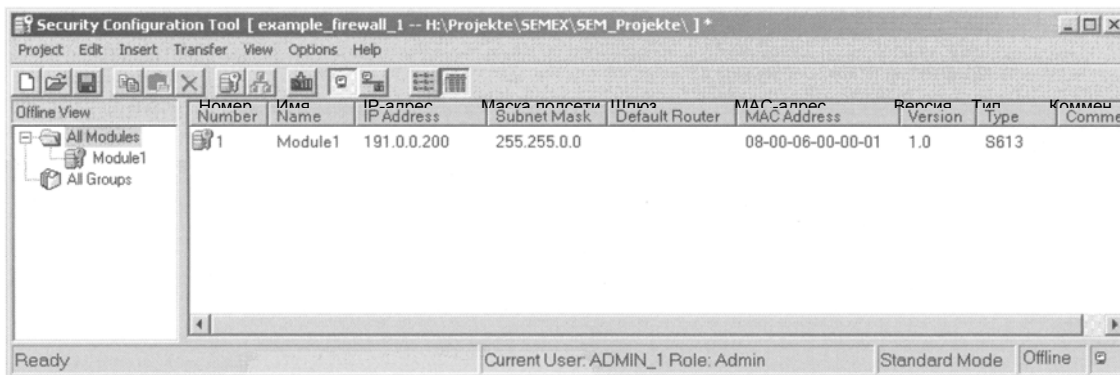

Рис. 8.7 Инструмент для настройки системы безопасности (security configuration tool) с отображенным в окне сконфигурированным модулем 1 "Module 1"
**Шаг 3: Создание проекта и модуля в программе для конфигурирования** (см. рис. 8.7)